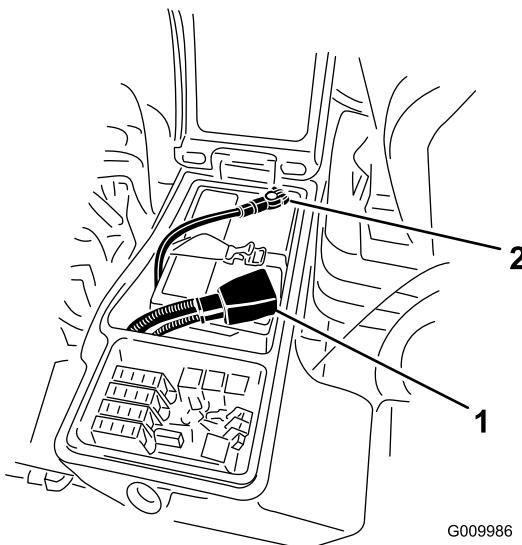

Figura 92
- Retire el cable negativo (negro) del terminal negativo (-) y el cable positivo (rojo) del terminal positivo (+) de la batería (Figura 92).
6. Conecte el cable positivo (rojo) al borne positivo (+) y el cable negativo (negro) al borne negativo (-) de la batería (Figura 92).